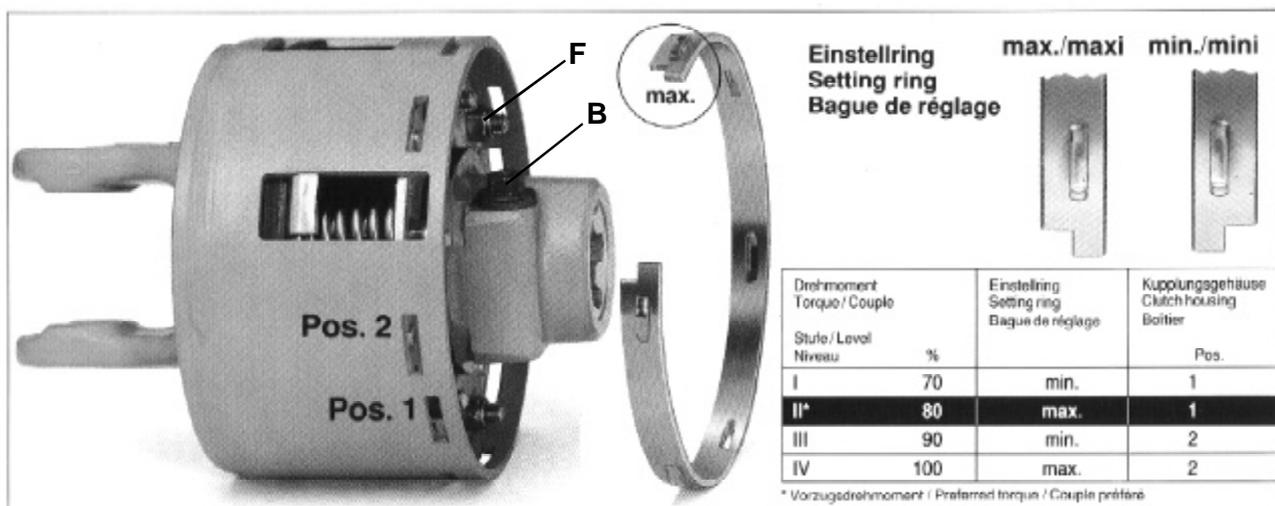

Fig.4
... beim CC-Klemmkonusverschluß den Klemmkonus **B** (Fig.4) mit 100 Nm anziehen.
Beim Gelenkwellentyp 2600 ist das Drehmoment durch Umdrehen des Einstellringes und durch zwei verschiedene Aufnahmepositionen 4-fach zu verändern (Fig.4).
**Typ 2600:** Muttern **F** (Fig.4) anziehen, um die Reibscheiben zu entlasten.